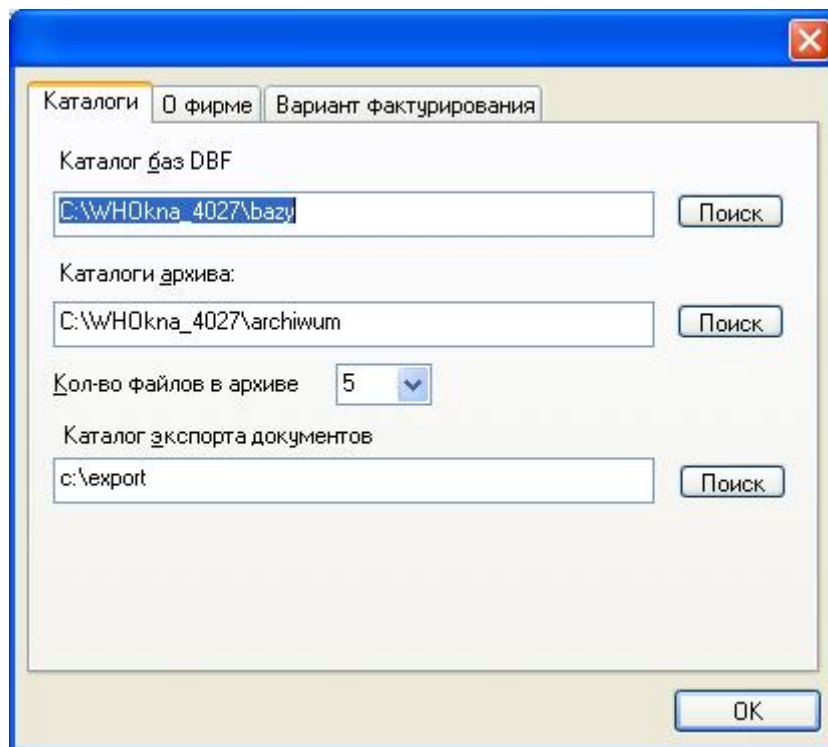

Рисунок 7. Каталоги
- **Каталоги** (рис. 7) – закладка **Каталоги** – здесь мы определяем адрес в строке: каталога баз DBF (если мы хотим конвертировать базы DBF в SQL – это именно в этот каталог можно скопировать базы DBF), каталога архива, число файлов в архиве, каталога экспорта документов и определяем, в новом или старом формате должен быть архив (новый формат архива дает возможность более быстрого архивирования и воспроизведения данных).